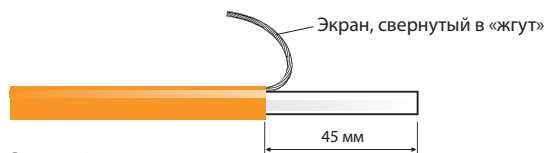

Рисунок 2
4.3. На каждом отрезке кабеля расплести экран, скрутить в «жгут» и отогнуть его к оболочке кабеля согласно рис. 2.